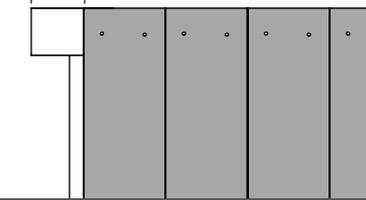

Fig. 30
5. Cuando pase la esquina y empiece un nuevo tramo, el borde del primer tablero del nuevo tramo debe estar a ras con la cara del último tablero del tramo anterior, como se muestra en la Fig. 30.